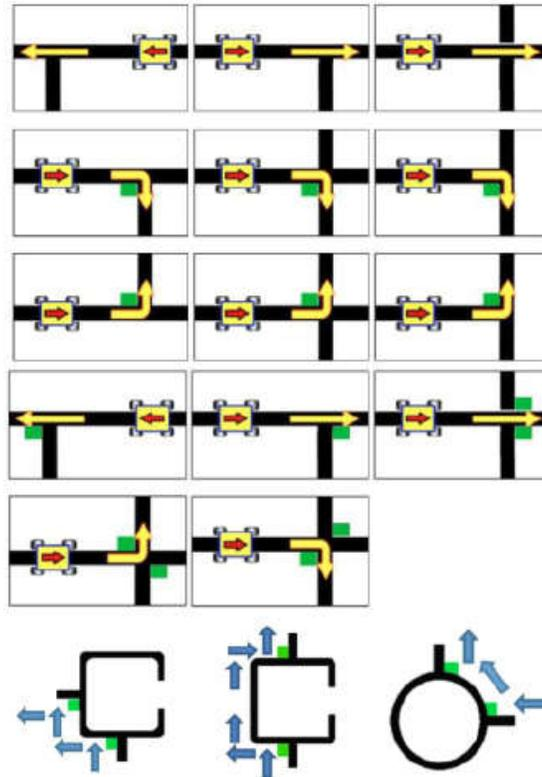

Figura 2: Exemplos de cruzamentos, ilustrando os caminhos obrigatórios que o robô deve seguir.
- X. Marcadores de Percurso (MP), na forma de sinalizadores circulares ou de seta, indicam o início e o fim de um percurso estabelecido pelo competidor. Este percurso deve ser definido instalando os MP na AP antes da contagem do tempo e execução do desafio. Após a execução, não será possível alterar posição dos MP.
- XIV. Nas possíveis intersecções (cruzamentos) do trajeto na AP, uma sinalização no solo, na cor verde e com dimensões de 2,5cm x 2,5cm indicará a direção que o robô deverá seguir. Na inexistência desta sinalização, o robô deve seguir a linha reta. A Figura 2 ilustra possibilidades de cruzamentos, alguns sinalizados, e os respectivos caminhos obrigatórios que o robô deve seguir.